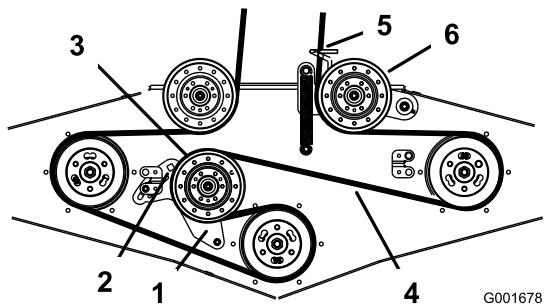

Figure 45
4. Desserrez le bras de la poulie de renvoi fixe pour détendre la courroie sur la poulie (Figure 45).
6. Passez la courroie neuve dans le guide-courroie et sur les poulies (Figure 45).